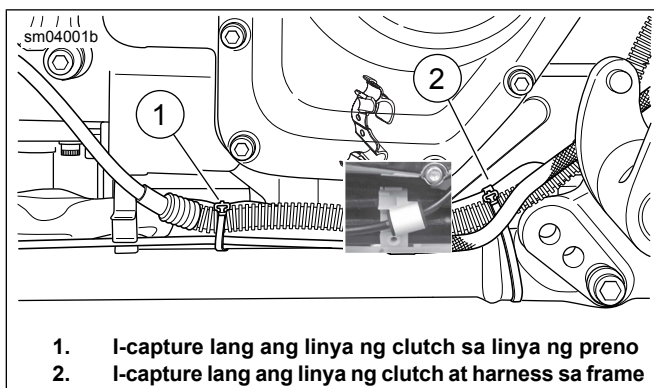
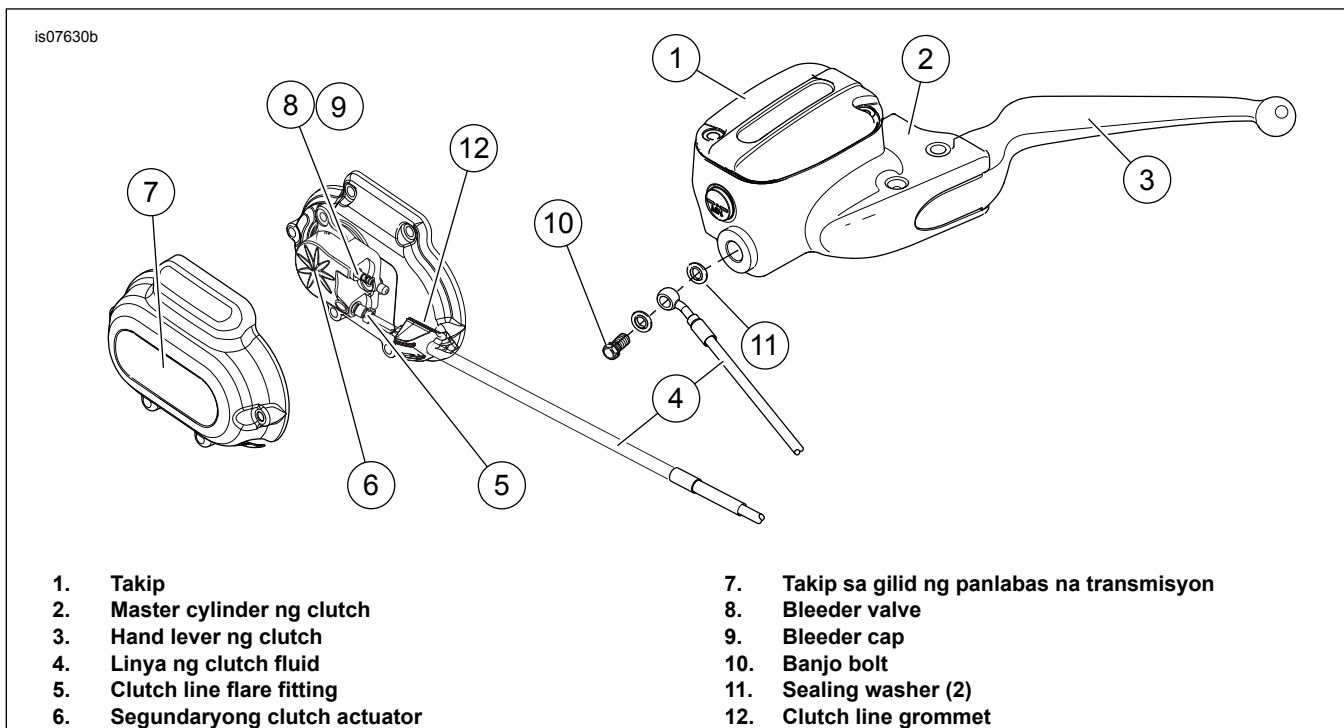

Figure 2. Lokasyon ng Strap ng Kable ng Linya ng Clutch Fluid
Figure 3. Mga Koneksyon ng Linya ng Clutch Fluid
5. **LAHAT ng modelo:** Tingnan ang manwal ng serbisyo at Figure 3 . Alisin ang takip sa gilid ng transmisyon (7).
6. Tingnan ang manwal ng serbisyo. I-drain ang linya ng clutch fluid (4). Idiskonekta ang linya ng clutch fluid mula sa secondaryong clutch actuator (6).
7. Idiskonekta ang linya ng clutch fluid mula sa clutch master cylinder reservoir (2). Itabi ang banjo bolt (10). Itapon ang mga sealing washer (11).
10. Tingnan ang Figure 2 . Tandaan ang lokasyon ng mga kableng strap. Alisin ang mga kableng strap na nagkakabit ng linya ng clutch fluid sa likurang linya ng preno. Alisin ang mga kableng strap mula sa mga frame tube.
5. Tingnan ang Figure 3 . Ikabit nang maluwag ang flare fitting (5) sa secondaryong clutch actuator (6).
6. Tingnan ang Figure 2 . Ikabit ang linya ng clutch fluid gamit ang mga bagong kableng strap. Tiyakin na walang kontak sa exhaust system o anumang iba pang bagay na maaaring magdulot ng pagkasira.
11. Tingnan ang Figure 3 . Ikabit ang grommet ng takip sa gilid ng transmisyon (12) sa linya ng clutch fluid. Iposisyon nang humigit-kumulang katulad ng ipinapakita. Iposisyon ang dulo ng flare-nut ng linya ng clutch fluid (5) at ang grommet upang sumakto sa kutab sa takip ng gilid ng transmisyon. Higpitan ang flare nut.